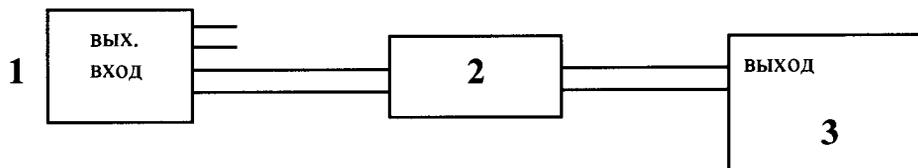

Рисунок 8 – Схема подключения для определения абсолютной погрешности измерения отношения амплитуд сигналов на входе приемника
- собрать схему в соответствии с рисунком (Рисунок 8);